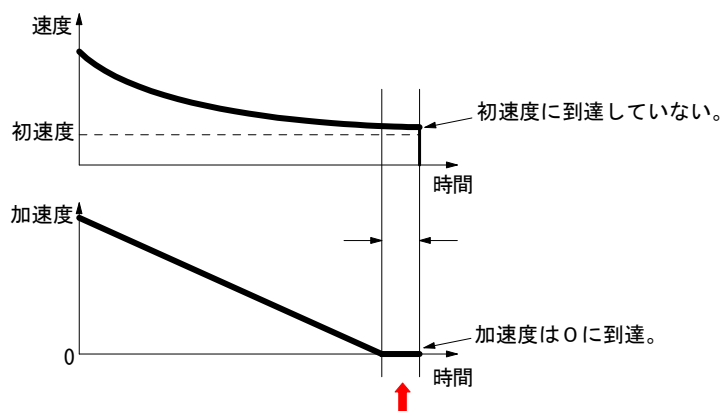

図2 ドライブ終了間際の速度と加速度
- ① ドライブ終了間際に減速停止命令(26h)を発行したとき。
- ② ハードウェアリミット (nLMTP/M 信号) の停止モードを減速停止に設定し(WR2/D2=1)、ドライブを開始させ、ドライブ終了間際に進行方向のリミットがアクティブになったとき。
- ③ ソフトウェアリミットを有効にし(WR2/D0,1=1)、ドライブを開始させ、ドライブ終了間際に進行方向のソフトウェアリミットがアクティブになったとき。
- ④ nSTOP(2~0)信号を有効にし(WR1/D5,3,1)、定量パルスドライブを開始させ、ドライブ終了間際にこれらの信号がアクティブになったとき。
S字加減速の定量パルスドライブは、ドライブが終了する時、すなわち出力パルスを出し終えるときに、現在速度が初速度に到達するように、また現在加速度が0に到達するようにしています。しかしながら演算精度の問題からすべてのパラメータの組み合わせにおいて、速度＝初速度、加速度＝0にすることができません。この不具合現象は、図2に示すように現在速度が初速度に到達していないで加速度が0の到達してしまった時に、たまたま上記の①から④のいずれかの減速停止要因が働くと発生します。